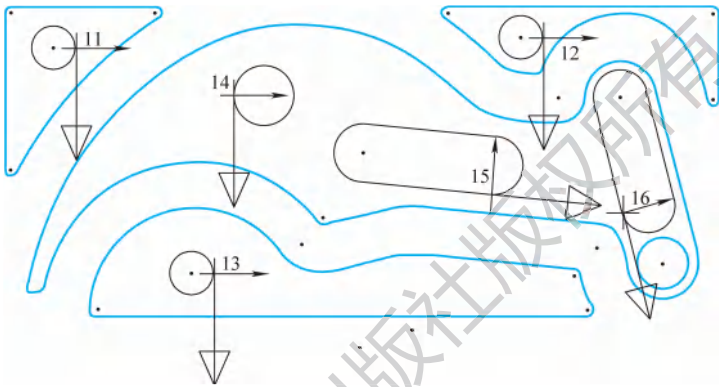

图 7-37 选择加工边界
1) 复制“第 9 步：外形铣削（2D 倒角）”刀路，在刚生成的第 10 步：外形铣削（2D 倒角）刀路的目录下单击【图形】选项。系统弹出【串连管理】对话框，在对话框的空白处单击右键，选择【全部重新串连】选项，系统弹出【串连线框】对话框，分别按如图 7-37 所示 11、12、13、14、15、16 的顺序选择 5 条封闭边界，注意箭头的方向需保持所有起始点和刀具补偿方向与图示一致，使刀具补偿为左补偿，单击【确定】按钮.